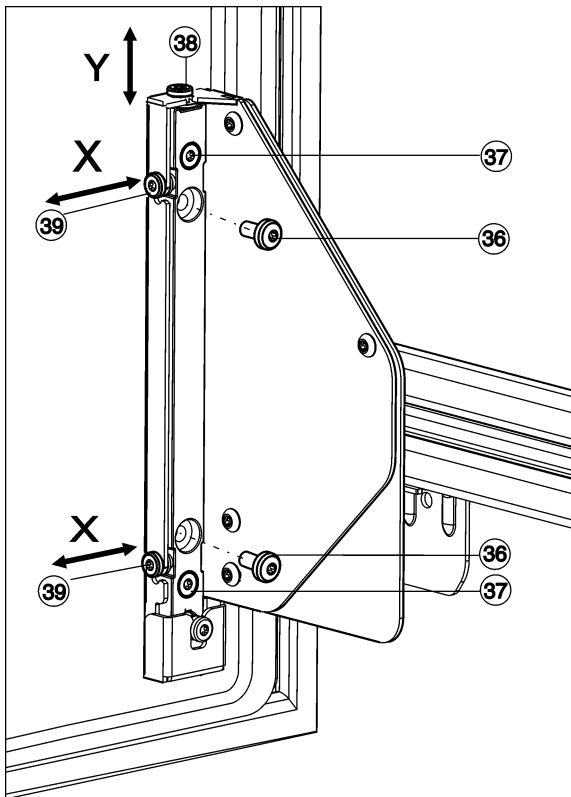

Fig. 31
- Schrauben Fig. 31 (36) vollständig herausschrauben.
- ▷ Die Schrauben Fig. 31 (36) entsorgen, sie werden nicht mehr benötigt.
- Schrauben Fig. 31 (37) mit 1 bis 2 Umdrehungen nur lösen.
- Verstellerschraube (38) drehen. Im Uhrzeigersinn: die Tür bewegt sich max. 4 mm nach oben. Entgegen dem Uhrzeigersinn: die Tür bewegt sich max. 2 mm nach unten.
- Alle Schrauben Fig. 31 (37) wieder festziehen.
- Falls die Schrauben Fig. 31 (36) noch vorhanden sind, diese vollständig herausschrauben.
- Stellschrauben Fig. 31 (39) je nach gewünschter seitlicher Justagerichtung verstellen.
- Nach beendeter seitlicher Justage Schrauben Fig. 31 (37) wieder festziehen.